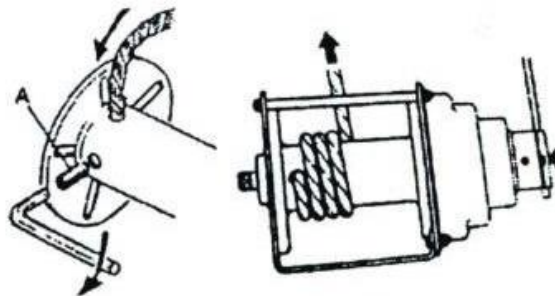

Рисунок 3
Монтаж троса для лебедки 1 т (см. рисунок 3) - Ослабьте фиксирующий болт или установочный винт и вставьте конец троса в барабан на 72 мм до конца троса. Плотнo затяните фиксирующий болт.
• Для того, чтобы перетаскивать грузы на короткие расстояния, необходимо выполнить следующие требования (см. таблица 3, рисунок 3)